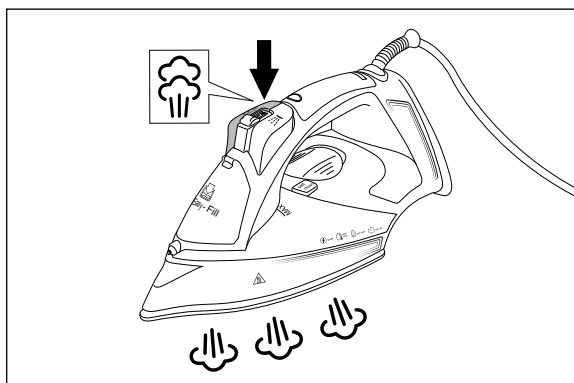

Fig. 6
- 3) Appuyez plusieurs fois brièvement, toutes les 5 secondes environ, sur la touche de jet de vapeur  **4** (voir fig. 6).
- 2) Dans un lavabo, videz entièrement le réservoir à eau ❸ du fer à repasser à vapeur via l'orifice de remplissage **Easy-Fill** ❷.
- 3) Mélangez 160 ml d'eau et 160 ml de **DURGOL Universal Schnell-Entkalker** (en proportion 1:1) et, avec le gobelet mesureur ❹, versez la moitié du mélange dans le réservoir à eau ❸. Versez l'autre moitié du mélange détartrant dans un récipient plat suffisamment grand (p. ex. un bac) pour détartrer ensuite la semelle de repassage ❶.
- 5) Dirigez la buse à eau ❶ vers une serviette et appuyez sur la touche de vaporisation  ❺ environ 20 fois (voir fig. 6).
- 6) Maintenez le fer à repasser à vapeur à l'horizontale au-dessus d'un lavabo ou d'une bassine et maintenez la touche **self clean** ❻ appuyée. En même temps, bougez légèrement le fer à repasser en effectuant des mouvements de va-et-vient. Faites-le pivoter et inclinez-le légèrement afin que le contenu du réservoir à eau ❸ sorte par les perforations de sortie de vapeur ❻ aménagées dans la semelle de repassage ❶.
- 7) Relâchez la touche **self clean** ❻ dès que les perforations de sortie de la vapeur ❻ laissent visiblement sortir moins de liquide. Videz entièrement le contenu résiduel du réservoir à eau ❸ dans un lavabo via l'orifice de remplissage **Easy-Fill** ❷.
- 8) Avec le gobelet mesureur ❹, versez de l'eau du robinet ou de l'eau distillée jusqu'au repère **MAX** dans le réservoir à eau ❸ (voir chapitre **Remplir le réservoir à eau**). Répétez deux fois les étapes 5 à 7.
- 9) Pour détartrer la semelle ⑩, déposez le fer à repasser à vapeur dans un récipient plat suffisamment grand (p. ex. un bac). Vous aurez préalablement versé le reste du mélange détartrant (voir étape 3) dans ce récipient.
- 12) Versez de l'eau fraîche dans un récipient et immergez la semelle de repassage ⑩ plusieurs fois dedans pour la rincer.
- 13) Retirez le fer à repasser à vapeur du récipient et séchez la semelle de repassage ⑩ avec un chiffon doux.